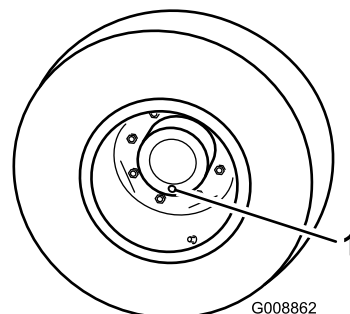

Рисунок 81
1. Припаркуйте машину на ровной горизонтальной поверхности, расположив колесо так, чтобы контрольная пробка находилась в самом нижнем положении («6 часов») (Рисунок 81), включите стояночный тормоз, опустите деки газокосилки, заглушите двигатель и извлеките ключ.